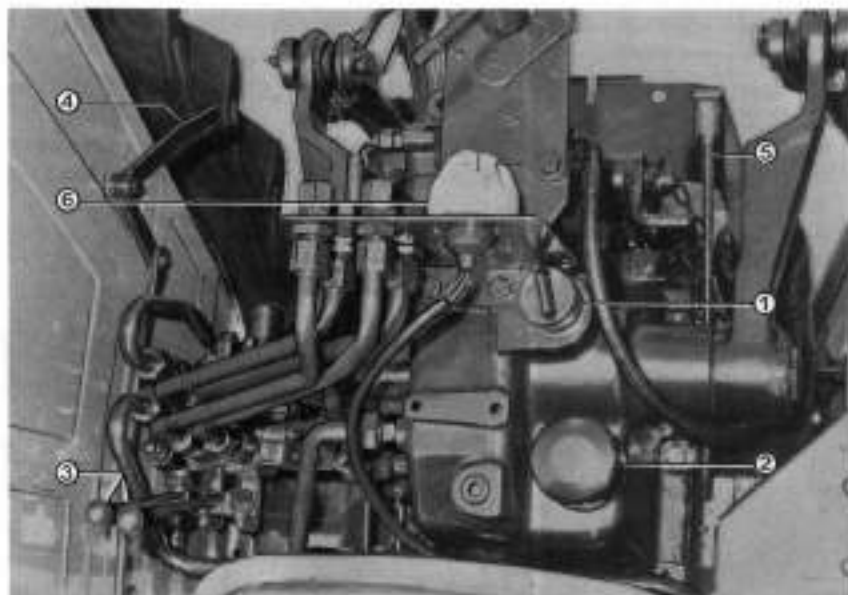

Fig. 29
**Toutes les 2400 heures:** remplacement du filtre du reniflard d'huile de la boîte de vitesses (2 fig. 29).